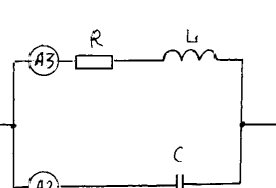

рис.16
19. Відомо, що в колі, показаному на рис.16, резонанс. Амперметр $A3$ показує 4 А, амперметр $A2$ - 3 А. Що показує амперметр $A1$?